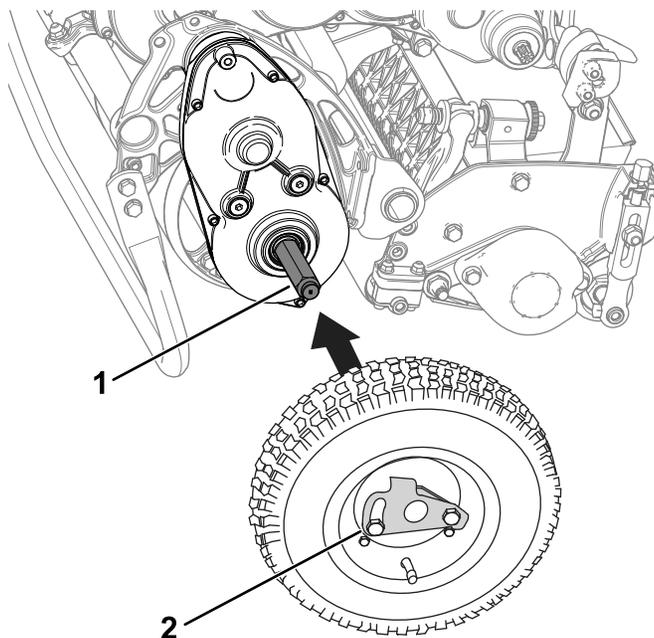

Figura 21
2. Fate scorrere una ruota su un assale (Figura 21).
3. Fate ruotare la clip di bloccaggio della ruota (Figura 21) lontano dal centro della ruota, permettendole di scorrere più avanti sull'assale.